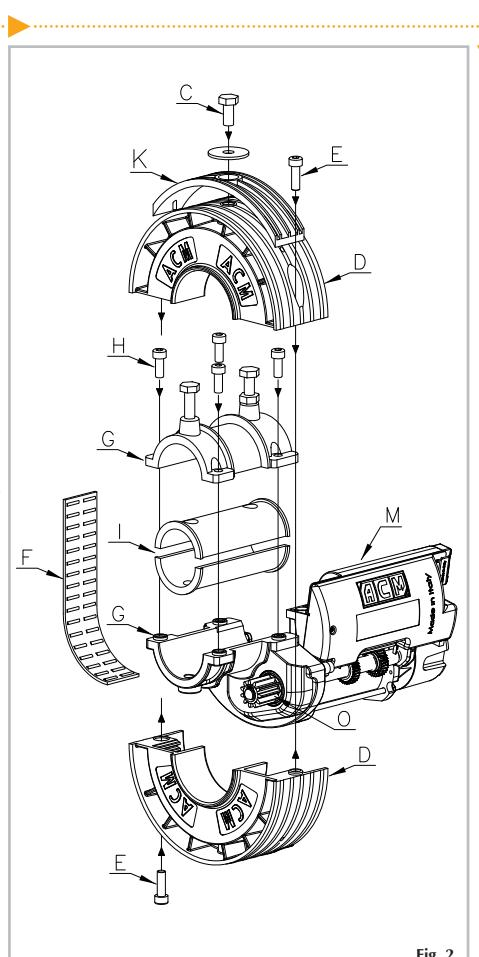

Fig. 2
- 3) Rimuovere la vite M10 (**C**) dalla corona del motoriduttore (vedi fig. 2).
- 5) Togliere delicatamente la fascia a rulli (**F**) evitando piegamenti che causerebbero la fuoriuscita dei rullini (vedi fig. 2).
- 4) Démonter la couronne (**D**) en dévissant les deux vis M8 (**E**) comme indiqué en fig. 2.
- 12) Appliquer les demi couronnes (**D**) avec les deux vis M8. En présence de boîtes à ressorts diamètre 220 mm il est nécessaire de monter les adaptateur (**K**) (voir figure 2).
- 4) Desmontar la corona (**D**) desatornillando los dos tornillos M8 (**E**) como mues la fig. 2.
- 5) Extraer con delicadeza la faja de plástico con rodamiento (**F**) evitando fuertes pliegues que causarán el derrame de los rodamientos (Fig. 2).